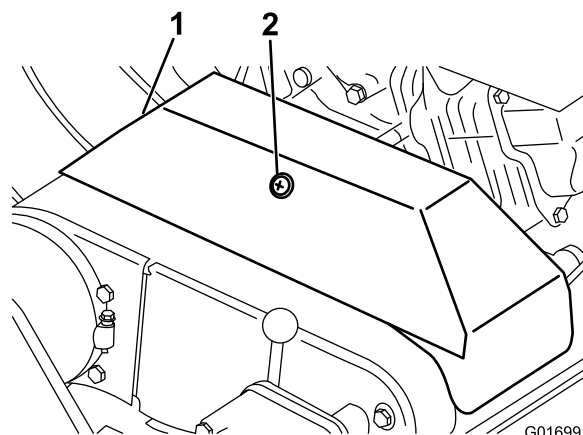

図 39
るめて、カバーを開ける図 39。
2. Vベルトカバーを固定しているリテーナをゆるめて、カバーを開ける図 39。